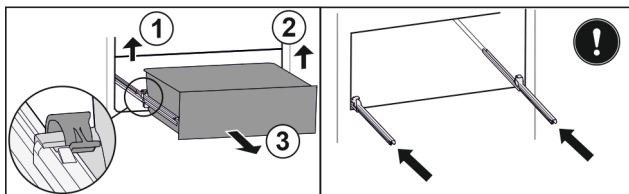

Fig. 113
- Linke Klemme anheben und gleichzeitig Schubfach links nach vorne ziehen. Fig. 113 (1)
- Rechte Klemme anheben und gleichzeitig Schubfach rechts nach vorne ziehen. Fig. 113 (2)
- Schubfach nach vorne entnehmen. Fig. 113 (3)